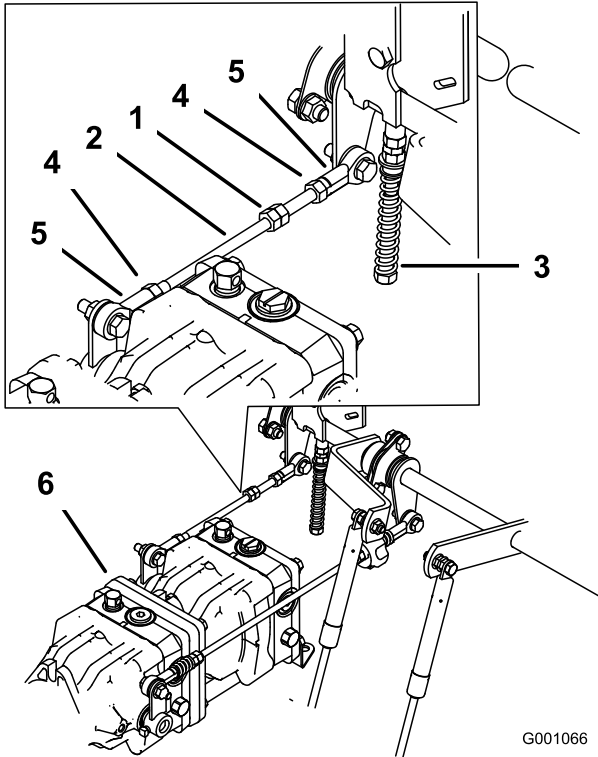

Figura 79
1. Afloje las contratueras de la articulación esférica de la varilla de control de la bomba (Figura 79).
3. Ajuste la longitud de la varilla de la bomba girando las tuercas dobles de la varilla, en el sentido apropiado, hasta que la rueda quede estacionaria o se mueva muy lentamente en marcha atrás (Figura 79).
- Apriete las contratuercas de las articulaciones esféricas (Figura 79).